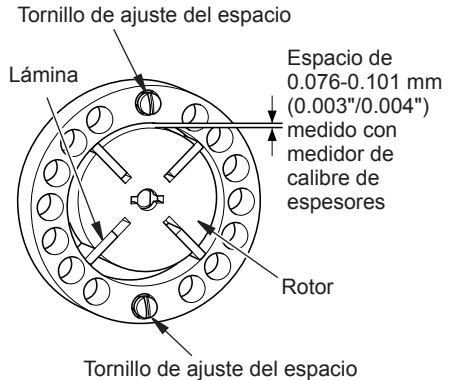

Figura 18 - Ubicaciones del tornillo de ajuste del espacio
6. Desmonte el rotor, la parte de inserción y las láminas (consulte las figura 18).
9. Revise el espacio libre del rotor. Ajústelo a 0.076/0.101 mm (0.003"/0.004") si es necesario (consulte la figura 18).